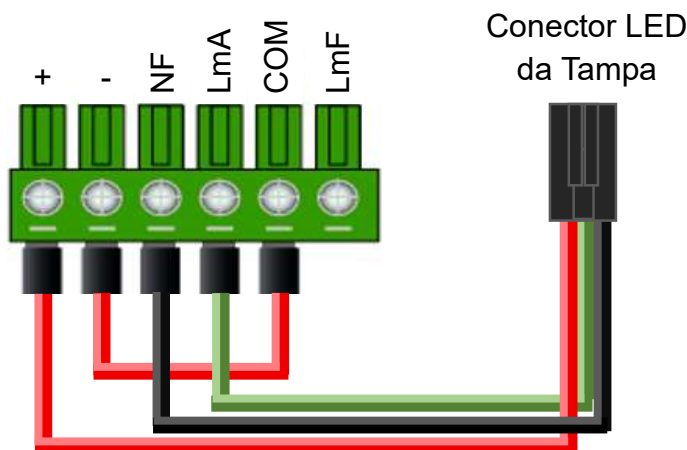

Figura 17
1. Saída 12VDC e Saída Relé: bornes para alimentação de sensores, leds ou semáforos. Vem de fábrica energizando o LED na tampa (ver Figura 17).